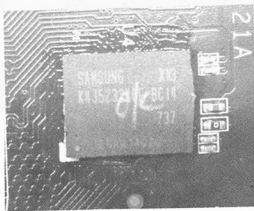

图 4-24 显存对准位置
(6) 把显存放到焊盘上，注意对准位置，如图 4-24 所示。